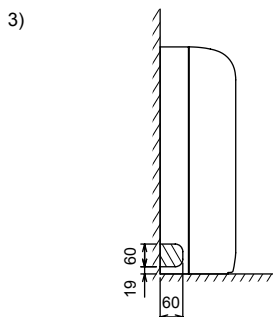

Fig. 3-9
3) Для левого трубопровода (Fig. 3-9)